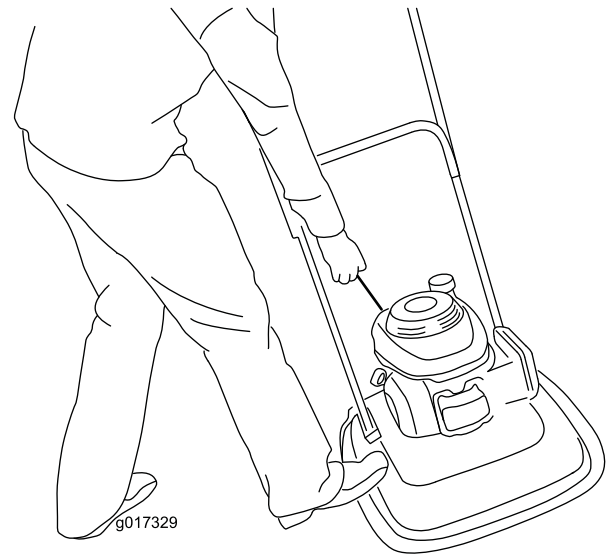

図 14
4. 片足をデッキに載せ、機体を自分側に引き寄せる 図 14。